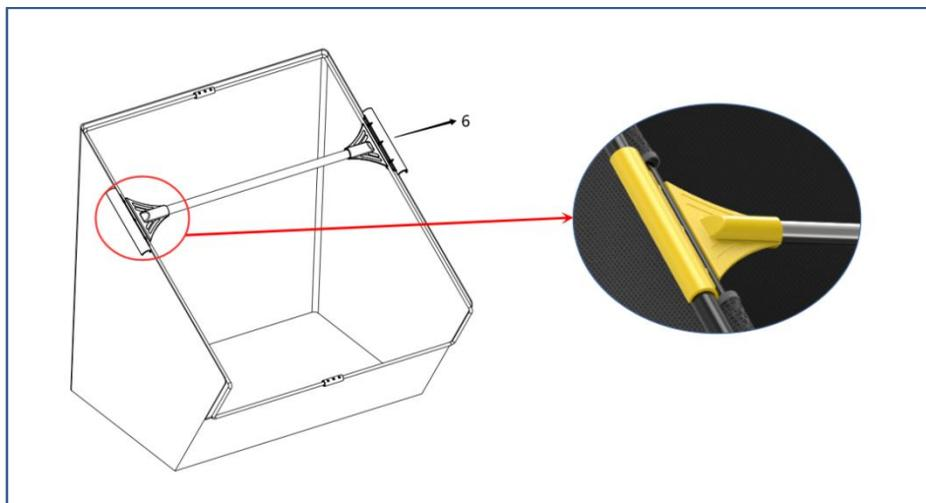

Рис.5
4. Установите ручку для переноски с пластиковыми опорами (6) на каркас мешка для сбора листвы. Прикрепите каркас мешка к пластиковой опоре (6). Смотрите РИСУНОК 5.
6. Установите и зафиксируйте ручку для переноски с мешком мусоросборника на трубах опорных стоек (4). См.Рис.5.